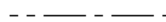

图 7.7.4 绘制中心线
(1) 绘制图 7.7.4 所示的中心线。
① 定义绘图线型。在状态栏的 下拉列表中选择 选项，完成绘图线型的设置。
② 选择命令。选择下拉菜单 **绘图 (C)** → **线 (L)** → **绘制任意线 (E)...** 命令，系统弹出“直线”工具栏。